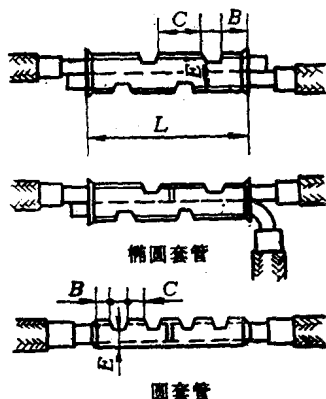

图1-2 单线压接
(1) 对内线工程用的 10mm^2 以上的单股小截面铝导线，多用铝套管进行局部压接，如图 1-2 所示。压接前，先把导线两端的绝缘层各剥去 $50\sim 55\text{mm}$ ，用电工刀把导线表面的氧化膜及油污刮掉，再涂上凡士林锌粉膏，把线芯从两端插入事先选好的铝套管内，有圆形和椭圆形两种套管，然后用压钳进行压接。压接尺寸见表 1-2。